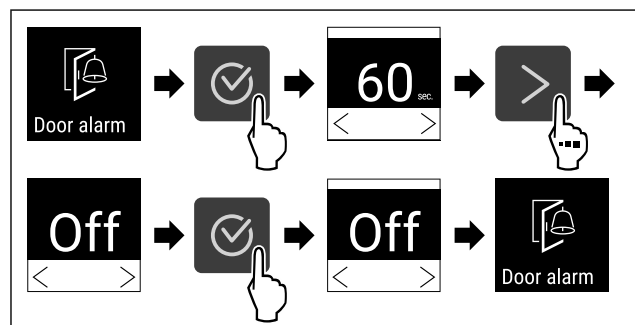

Fig. 89
- ▷ Handlungsschritte (siehe Fig. 89) durchführen.